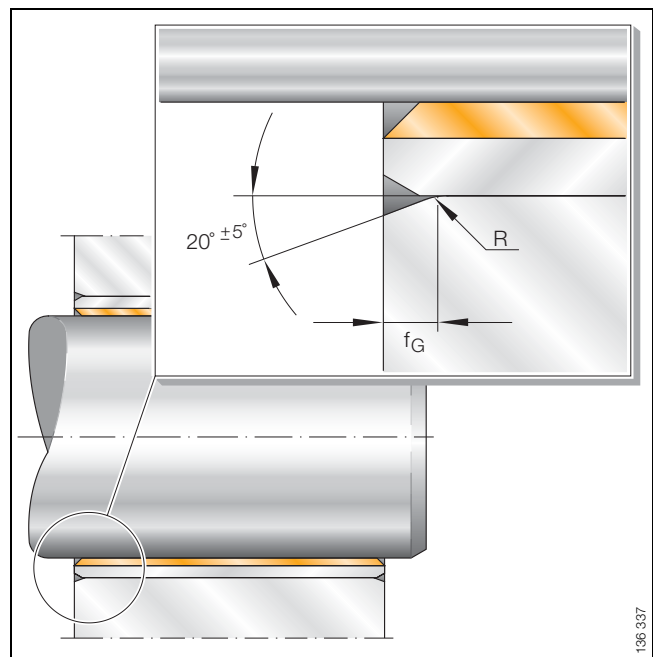

Figura 9 · Chaflán en el alojamiento para casquillos PAP
- Chaflán  $f_G \times 20^\circ \pm 5^\circ$  (figura 9, Tabla 5). Este chaflán tiene por objeto facilitar el montaje a prensa del casquillo.
Tabla 5 · Anchura del chaflán  $f_G$  en el agujero del alojamiento para casquillos (figura 9)